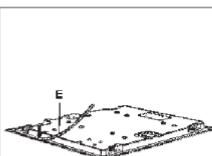

FIG. 10
- Girar el plano y colocar correctamente la junta "E" (fig. 10) debajo del borde del plano, de modo que el lado externo de la junta esté alineado con el borde perimétrico externo del plano. Los extremos de la junta no deben superponerse.